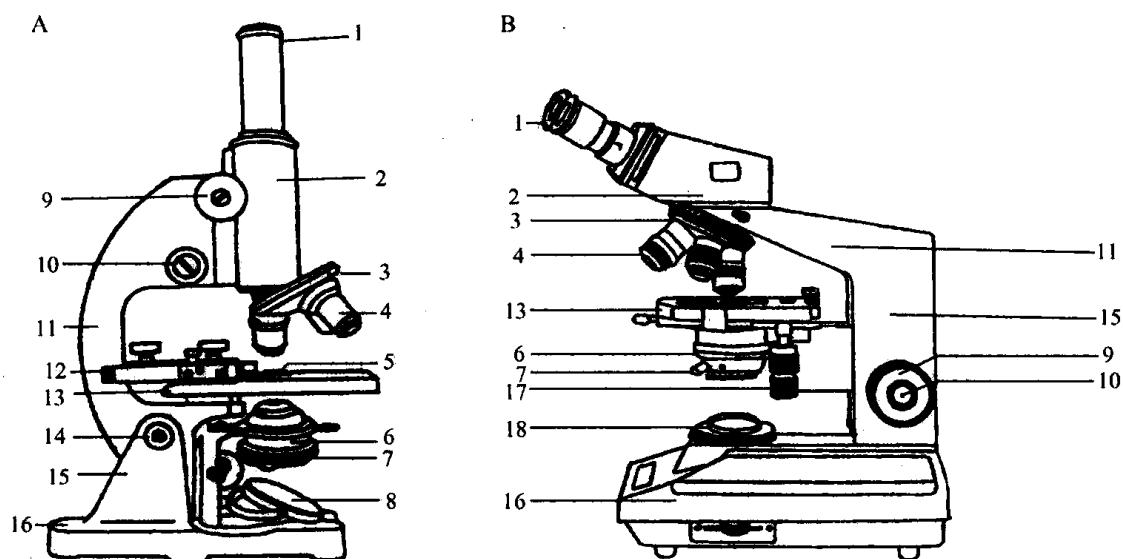

图 1-2 普通光学显微镜的结构示意图 (高文和等, 2001)
普通光学显微镜主要由三部分组成：机械部分、照明部分和光学部分（图 1-2）。
(1) 镜座 (base)：是显微镜的基座，起稳定和支持整个镜身的作用。有的显微镜在镜座内装有照明光源等构造。
(2) 镜柱 (pillar)：连接镜座和镜臂的短柱。
(3) 镜臂 (arm)：是支持镜筒和镜台的在镜柱上方弯曲的部分，拿镜时手握此臂，方便搬动。镜筒直立式显微镜在镜臂和镜柱之间有一可活动的关节称为倾斜关节，可使镜臂做适当倾斜，便于观察。使用时倾斜度一般不应超过 45° ，否则光镜重心偏移而容易翻倒。镜筒倾斜式显微镜由于镜臂和镜柱连为一体，故无此关节。
(4) 镜筒 (light tube)：位于镜臂前方的圆筒状结构，上端安装目镜，下端与物镜转换器相连。根据镜筒的数目，光镜可分为单目和双目两类（图 1-2），单目又分直立式和倾斜式两种，而双目的镜筒均为倾斜的。